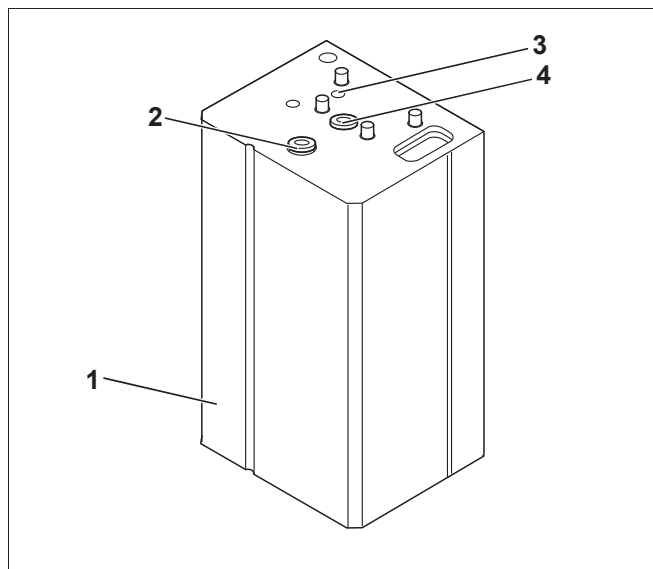

Рис. 1 Баки-водонагреватель HT/HC/H110 W
- Бак-водонагреватель с антикоррозионной защитой. Антикоррозионная защита состоит из гигиенической термоглазури Buderus DUOCLEAN MKT и катодной защиты в виде магниевого анода (рис. 1, [2]).
Через контрольное отверстие (рис. 1, [4]) можно визуально контролировать бак-водонагреватель.
- Облицовка с теплоизоляцией (рис. 1, [1])
Температурный датчик, установленный в гильзу (рис. 1, [3]), регистрирует фактическую температуру горячей воды, передаёт её системе управления отопительной установки, которая осуществляет регулирование системы для обеспечения нужной температуры.